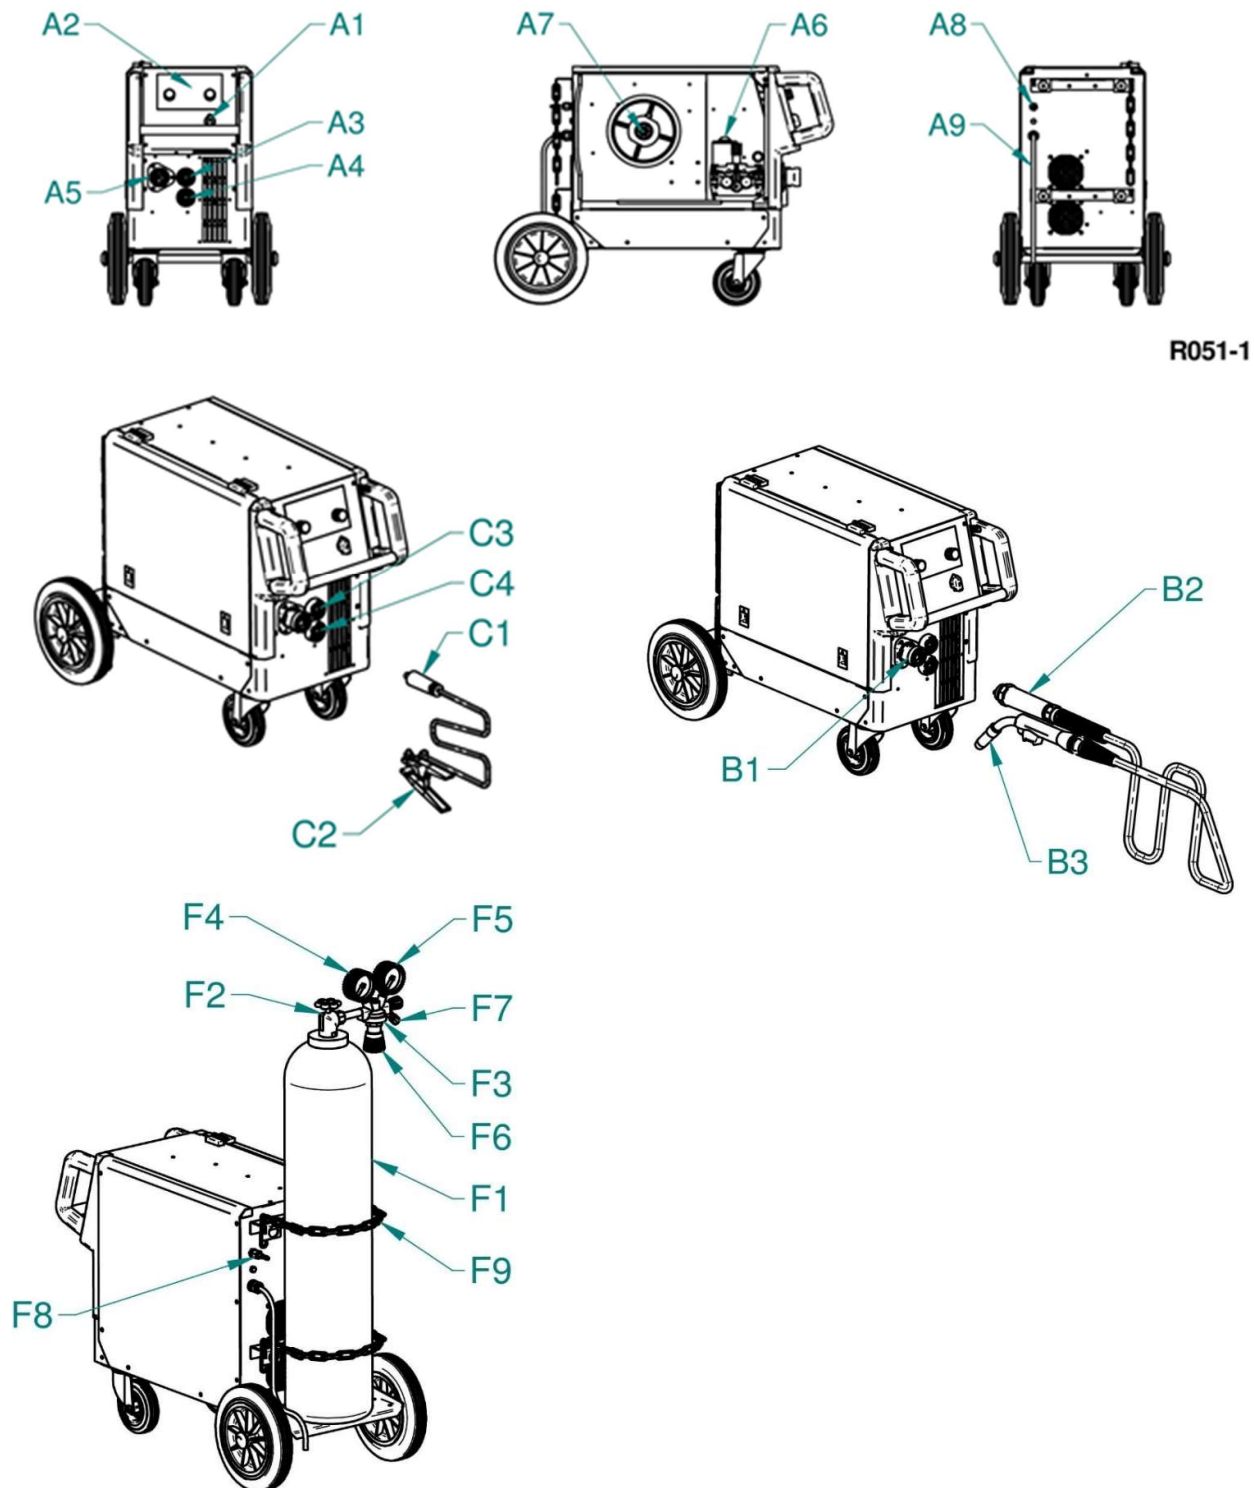

Abb.1 Hauptteile
2. Schrauben Sie das zentrale Endstück (Abb.1. Pos.**B2**) an den Konnektor der Maschine an (Abb.1 Pos. **B1**).